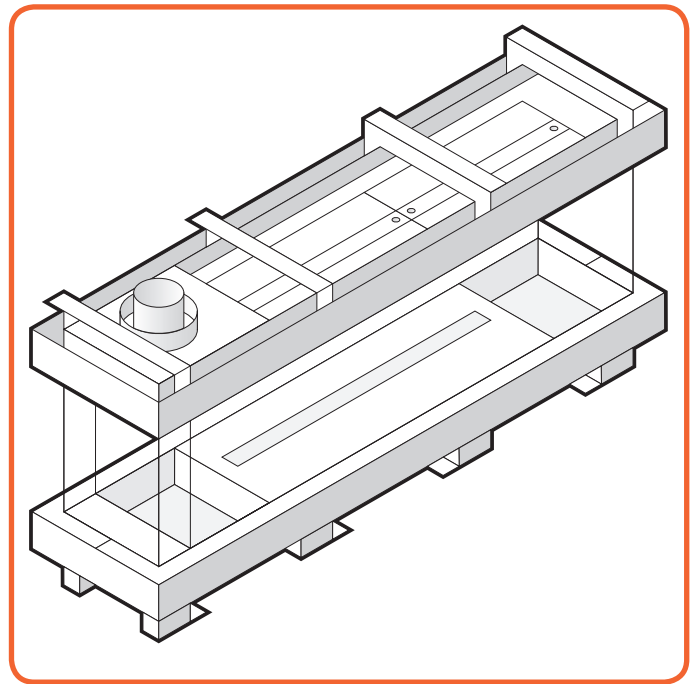

Figure 10.14 - Représentation isométrique du Summum 140 4S
10.1.5 Montage et démontage des bandes de recouvrement du Summum 140 4S (voir figure 10.14.)